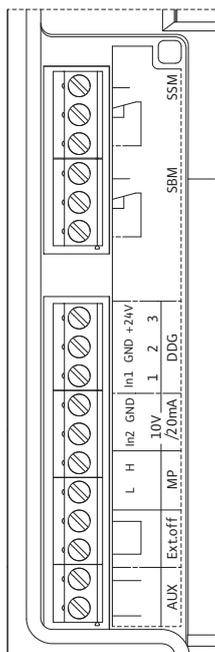

Fig. 32: Terminais de controlo
- Terminais de controlo (Fig. 32)